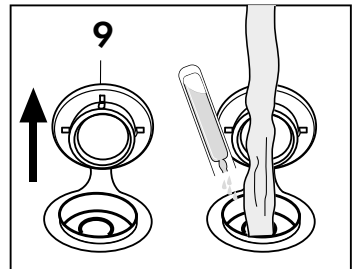

Fig. 20
- Verser un flacon de 10 ml dans la chaudière) avec 0,5 l d'eau après avoir retiré le bouchon (9) (Fig. 20) et utiliser l'appareil normalement.